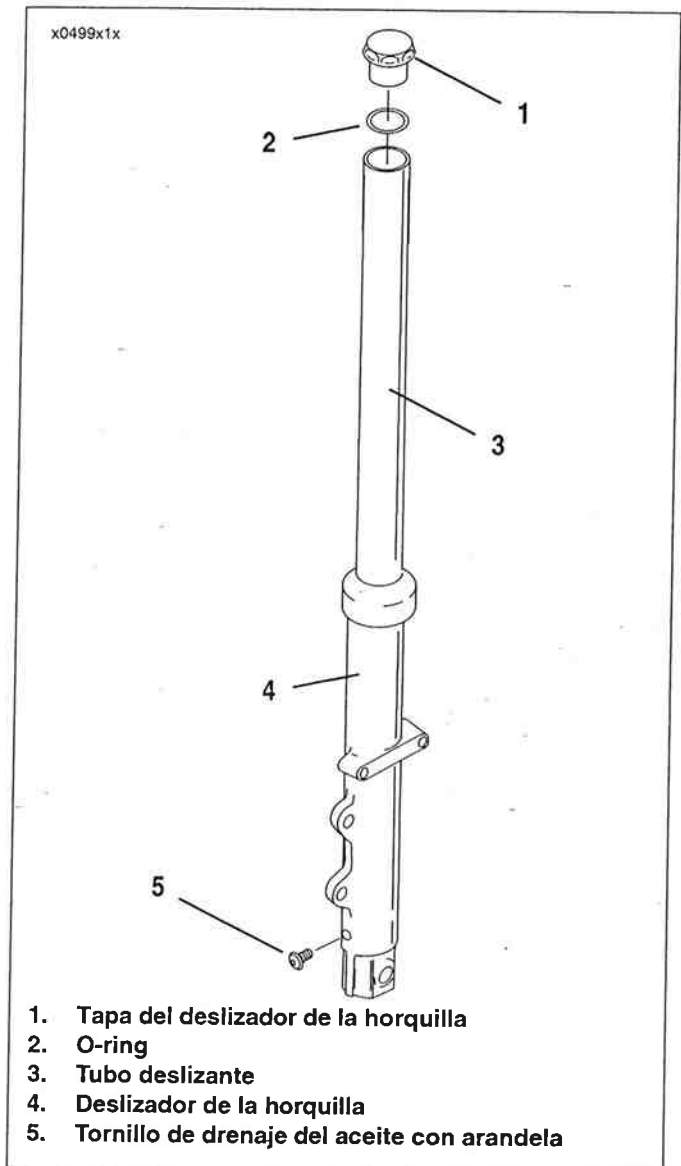

Figura 1-52. Drenaje del aceite de la horquilla delantera
2. Coloque una bandeja de drenaje debajo del fondo del deslizador de la horquilla derecha. Vea la Figura 1-52. Retire el tornillo y la arandela de drenaje (5) de la parte inferior del deslizador (4).